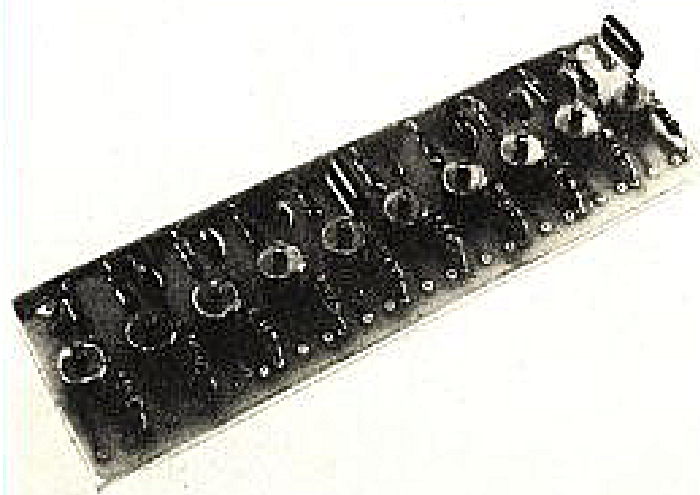

Fig. 32
– figure 32 : photographie du circuit des atténuateurs.